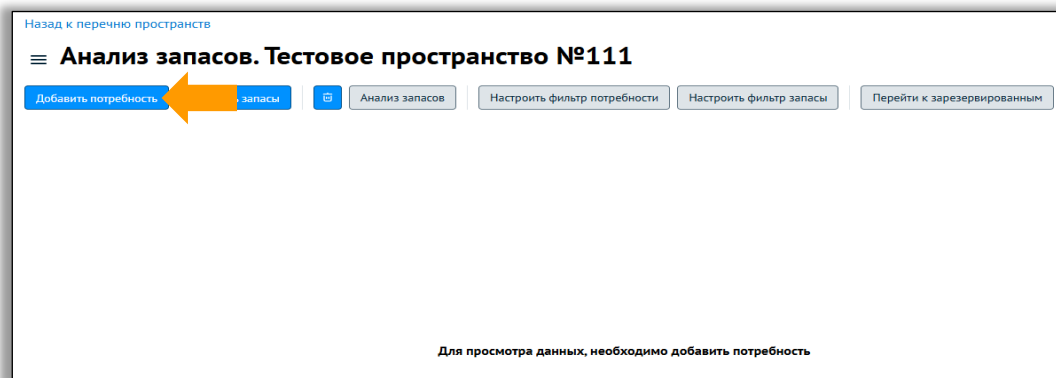

Рисунок 9 – Добавить потребность
- Перейдите в нужное пространство и нажмите кнопку «Добавить потребность» (рисунок 9)